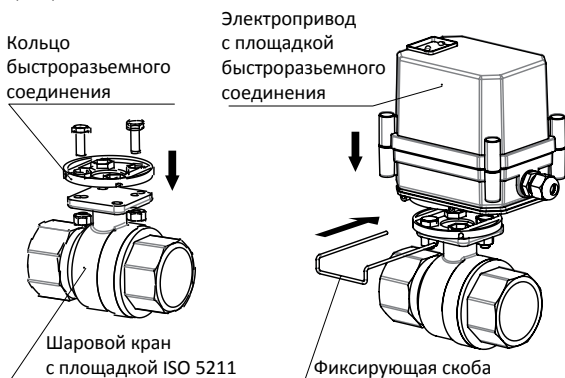

Рис. 2. Порядок присоединения электропривода Professional BS к шаровому крану .
2) Пластиковое кольцо быстроразъёмного соединения электропривода крепится к площадке шарового крана двумя болтами М5 с гайками. Паза для фиксирующей скобы на кольце быстроразъёмного соединения должны быть ориентированы поперек движения потока (рис. 2).
3) Электропривод совмещается с установленным кольцом на шаровом кране и вращением выставляется в одинаковое состояние. Установкой скобы в отверстия происходит фиксация быстроразъёмного соединения (рис. 2).